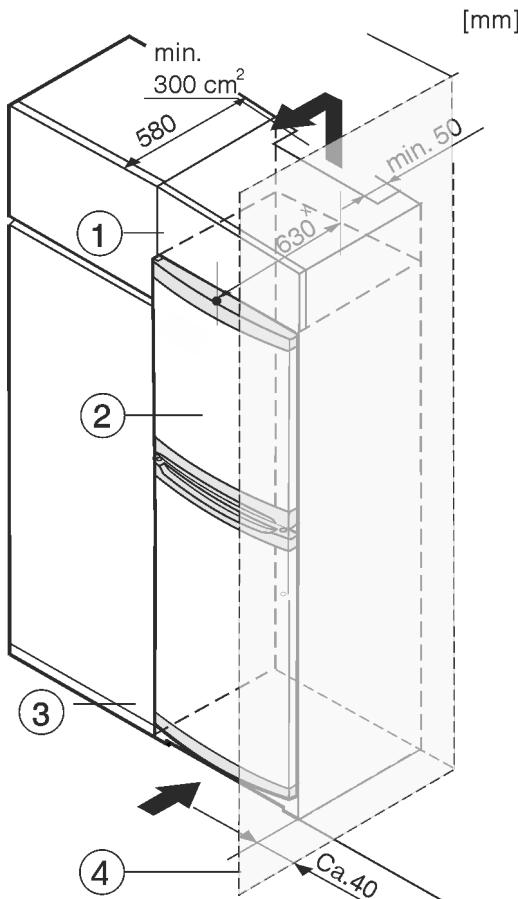

Fig. 8
Перед встановленням пристрой можна змінити його конструкцію відповідно до кухонної шафи. Щоб привести висоту пристроя Fig. 8 (2) у відповідність із розмірами кухонної ніші, можна встановити на нього спеціальну шафу Fig. 8 (1).
У разі переобладнання кухонними шафами (глибина щонаїбільше 580 мм) пристрой можна встановити безпосередньо поруч із кухонною шафою Fig. 8 (3). Пристрой виступає за передню частину кухонної шафи на 34 мм × 3 боків і на 50 мм × посередині.
Якщо пристрой із шарнірами встановлюється поруч зі стіною Fig. 8 (4), відстань між пристроею і стіною має становити щонайменше 40 мм. Це відповідає необхідній відстані для ручки після відкривання дверцят.